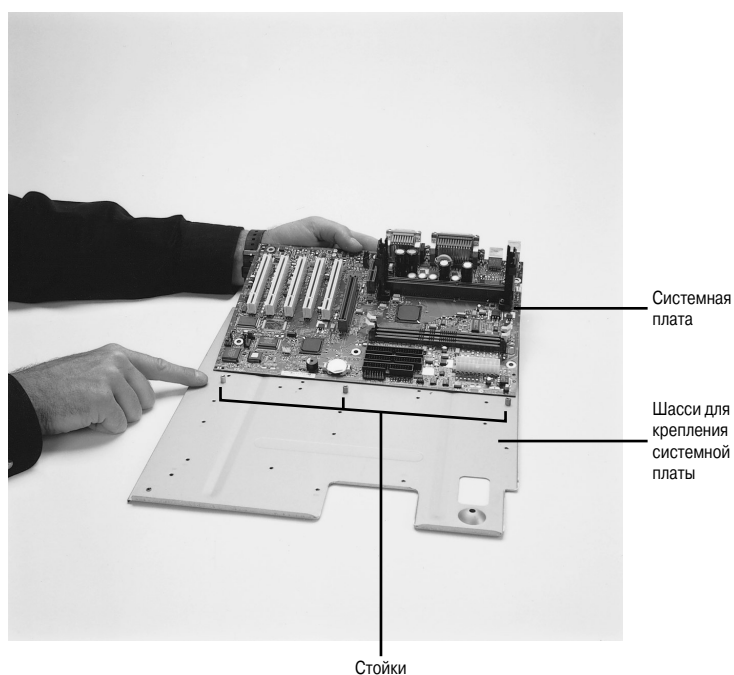

Рис. 22.9. Установка металлических стоек в новую системную плату
1. Осмотрите предназначенные для стоек отверстия в плате. Если вокруг напаян металлический кант, значит, отверстие предназначено для металлической стойки, а если канта нет — для пластиковой. Теперь металлические стойки нужно ввинтить в отверстия в шасси корпуса так, чтобы они располагались напротив соответствующих им отверстий в плате (рис. 22.9).